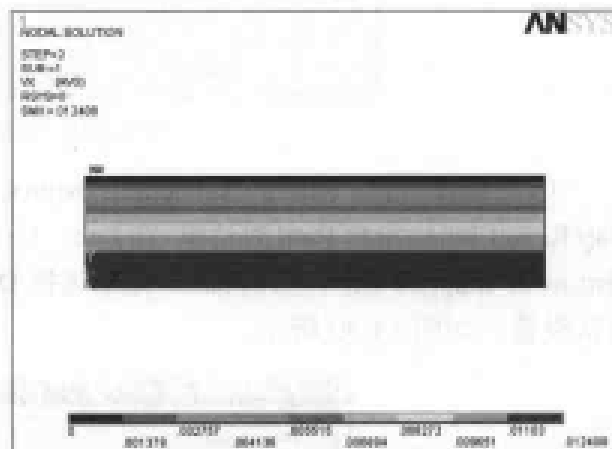

图 14-26 流体轴向速度场分布等值线图
(3) 选择 Main Menu | General Postproc | Plot Results | Contour Plot | Nodal Solu 命令, 出现 Contour Nodal Solution Data 对话框, 选择 Nodal Solution | DOF solution | X-Component of fluid velocity 选项, 单击 OK 按钮, ANSYS 窗口显示如图 14-26 所示的流体轴向速度场分布等值线图。